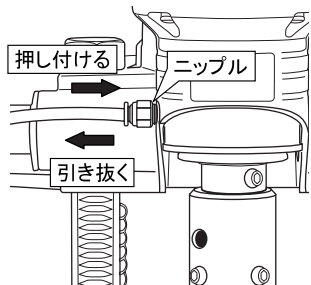
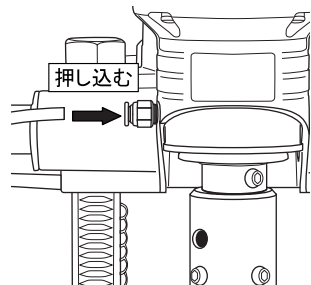

図 5-1
図 5-2
- オイルタンクを外す際は、ニップルを本体側に押し付けながら、チューブを本体外側に引き抜いて下さい。(図5-1) ご使用の際は、チューブをニップルに押し込んで取付けてください。(図5-2)